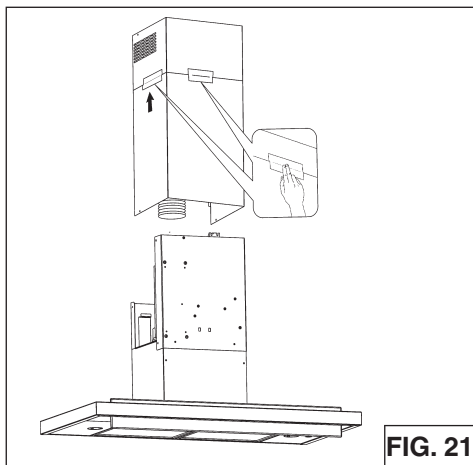

FIG. 21
7. Fixez temporairement les conduits supérieur et inférieur ensemble avec du ruban à conduit, tel qu'illustré (Fig. 21).